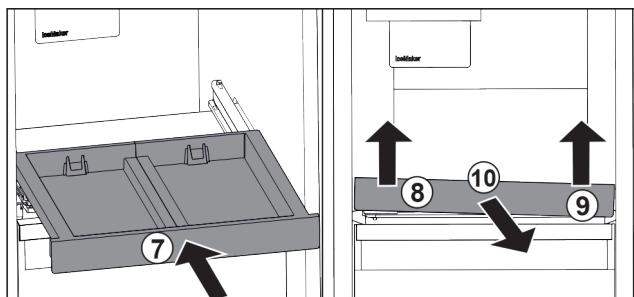

Fig. 101
- ▶ Вкарайте изтеглящата се дъска. Fig. 101 (7)
- ▶ Повдигнете изтеглящата се дъска отпред отляво. Fig. 101 (8)
- ▶ Повдигнете изтеглящата се дъска отпред отдясно. Fig. 101 (9)
- ▶ Извадете изтеглящата се дъска напред. Fig. 101 (10)